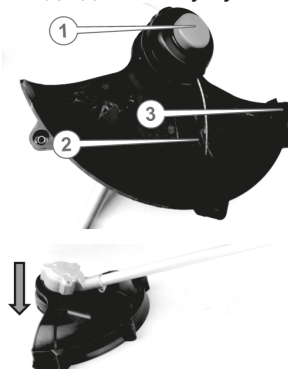

Рисунок 18. Схема перевірки механізму подачі жилки.
2. Перевірити подачу жилки (2, рис. 18), для чого – притиснути різальну головку (1, рис. 18) до землі під час роботи інструменту. Після подачі зайва жилка має бути автоматично обрізана нерухомим ножом (3, рис. 18) захисного кожуха до потрібної довжини.